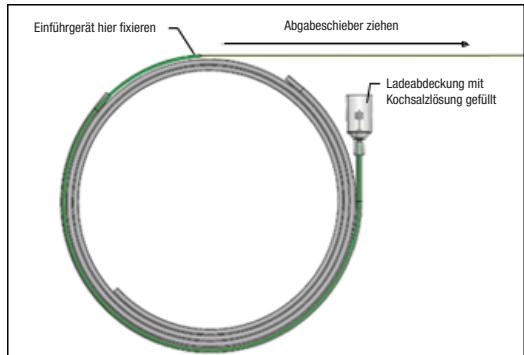

Abbildung 5 – Den Abgabeschieber in proximaler Richtung ziehen, um das Implantat zurückzuziehen.
- Mit einer Hand das grüne Einführgerät fixieren, den Abgabeschieber greifen und vorsichtig proximal ziehen, um mit dem Zurückziehen des Implantats zu beginnen, siehe Abbildung 5.